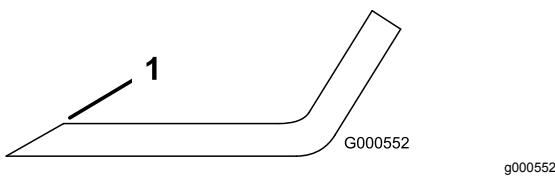

Figura 103
1. Affilate i taglienti da entrambe le estremità della lama con una lima (Figura 103).
Nota: Se la lama non è bilanciata, limitate del metallo soltanto dalla costa (Figura 103).